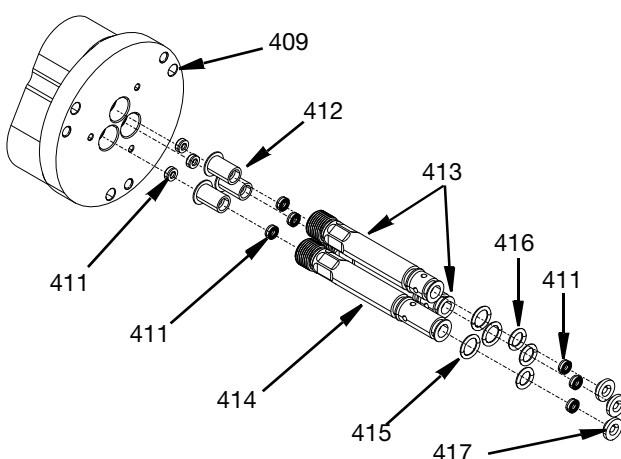

FIG. 17
5. Usando uno strumento a lama di coltello o un cacciavite, estrarre con cautela i cuscinetti inferiori (417) dalle guide dei cuscinetti di tenuta (413-414). Scartare i cuscinetti inferiori.
6. Utilizzando uno strumento a gancio, estrarre le guarnizioni (411) dell'ago dal lato guida del cuscinetto della tenuta e gettarle.
7. Rimuovere le due guarnizioni dell'ago (411) e i cuscinetti superiori (412) dalle guide dei cuscinetti della guarnizione e gettare la guarnizione dell'ago e i cuscinetti superiori.
8. Rimuovere gli O-ring (415 e 416) e gettarli. Vedere FIG. 17.